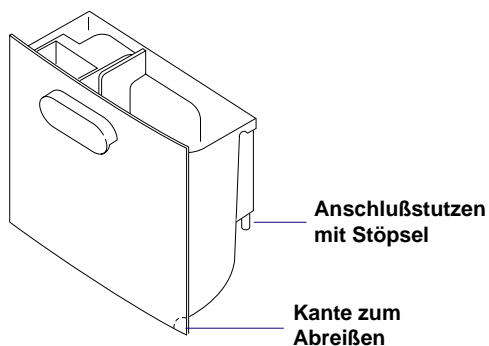

Fig. 1
Das Kondenswasser kann direkt im Tank, gesammelt werden (Abb. 1).
1. Auf dem Tank befindet sich eine dünnere Kante, die abgerissen werden muß, um den Schlauch durchführen zu können (Abb. 1.).